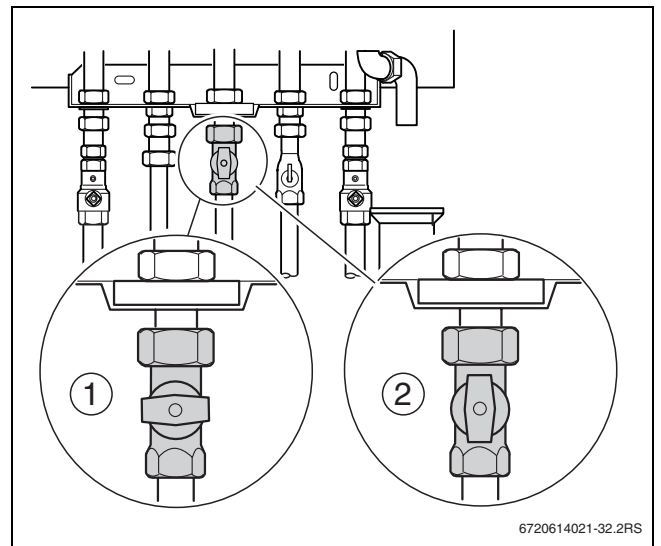

Bild 37 Gashahn
- ▶ Gashahn schließen (→ Bild 37, [1]).
- ▶ Gashahn langsam öffnen (→ Bild 37, [2]).